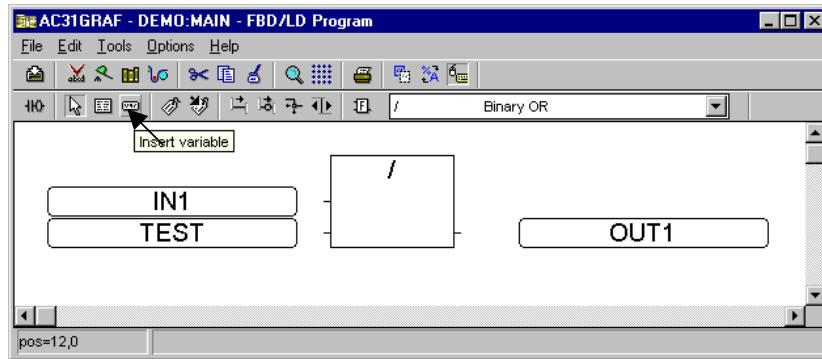

Figura 2-10: Insertar variables
- ⇒ Seleccione el ícono  "Insert variable" (Figura 2-10) en la ventana de edición del programa. A continuación, sitúe el cursor a la izquierda del bloque funcional, asegurándose de dejar espacio suficiente de modo que la variable de entrada no solape el bloque funcional, y haga clic con el ratón.